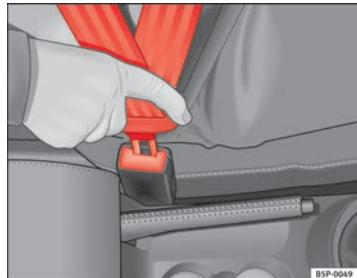

Fig. 11. Cierre y lengüeta del cinturón de seguridad
- Introduzca la lengüeta en el cierre del asiento correspondiente hasta que encastre de un modo audible ⇒ fig. 11.